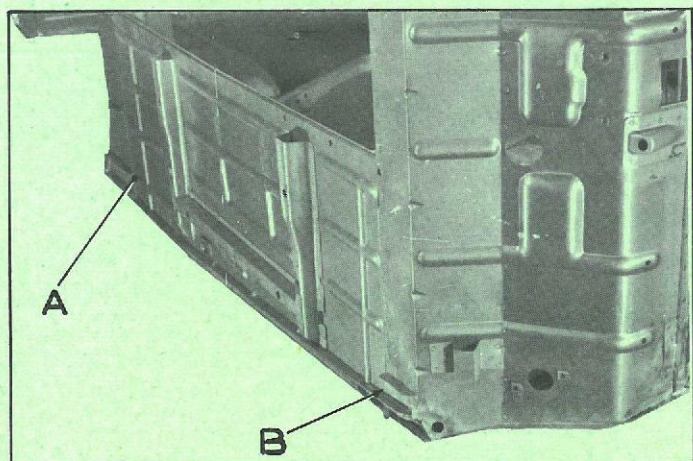

Fig. 1
- DE et symétriquement (fig. 1)
- EX et symétriquement (fig. 1)
- XW et symétriquement (fig. 1)
- WD et symétriquement (fig. 1)
- a et symétriquement (fig. 1)
- AB (fig. 1),